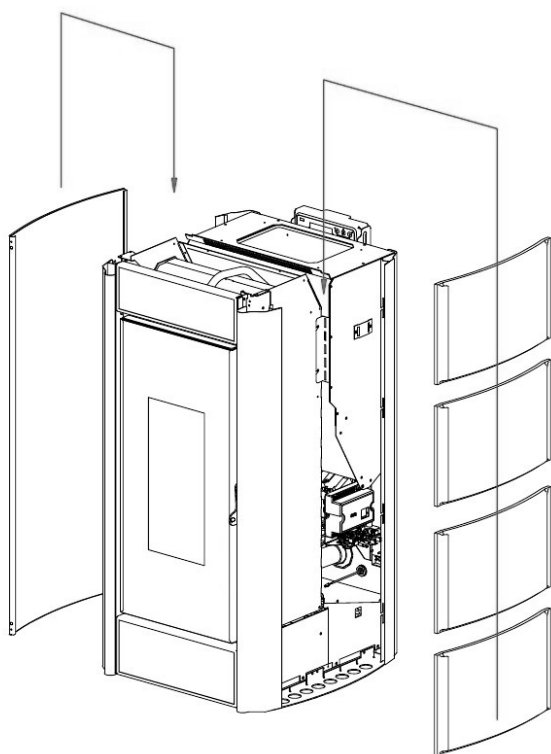

Fig. 36 - De zijpanelen invoegen
- Breng de zijpanelen van bovenaf op de daarvoor bestemde geleiders aan en laat ze langzaam volledig omlaag schuiven (zie **Fig. 36**).